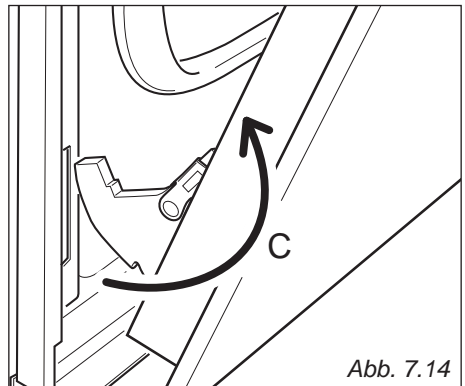

Abb. 7.14
- Das Bajonett der Scharniere ebenfalls aus dem Sitz nehmen (Abb. 7.14)